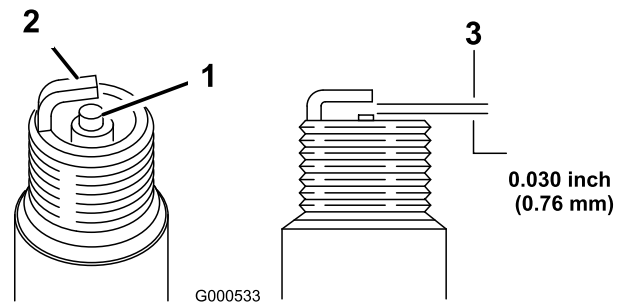

Bild 45
1. Sehen Sie sich die Mitte der Zündkerzen an (Bild 45).
2. Prüfen Sie den Abstand zwischen der mittleren und den seitlichen Elektroden (Bild 45) und biegen Sie die seitliche Elektrode wenn der Abstand falsch ist.